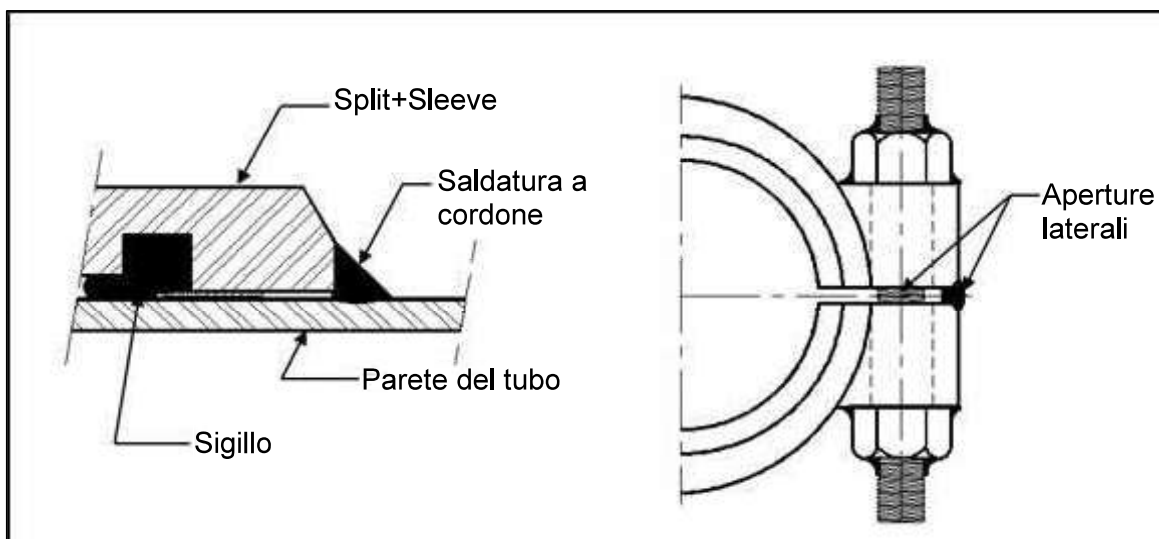

Figura 14
1. Eseguire una saldatura a cordone alle estremità della clampa sul tubo. (Vedi Figura 14)